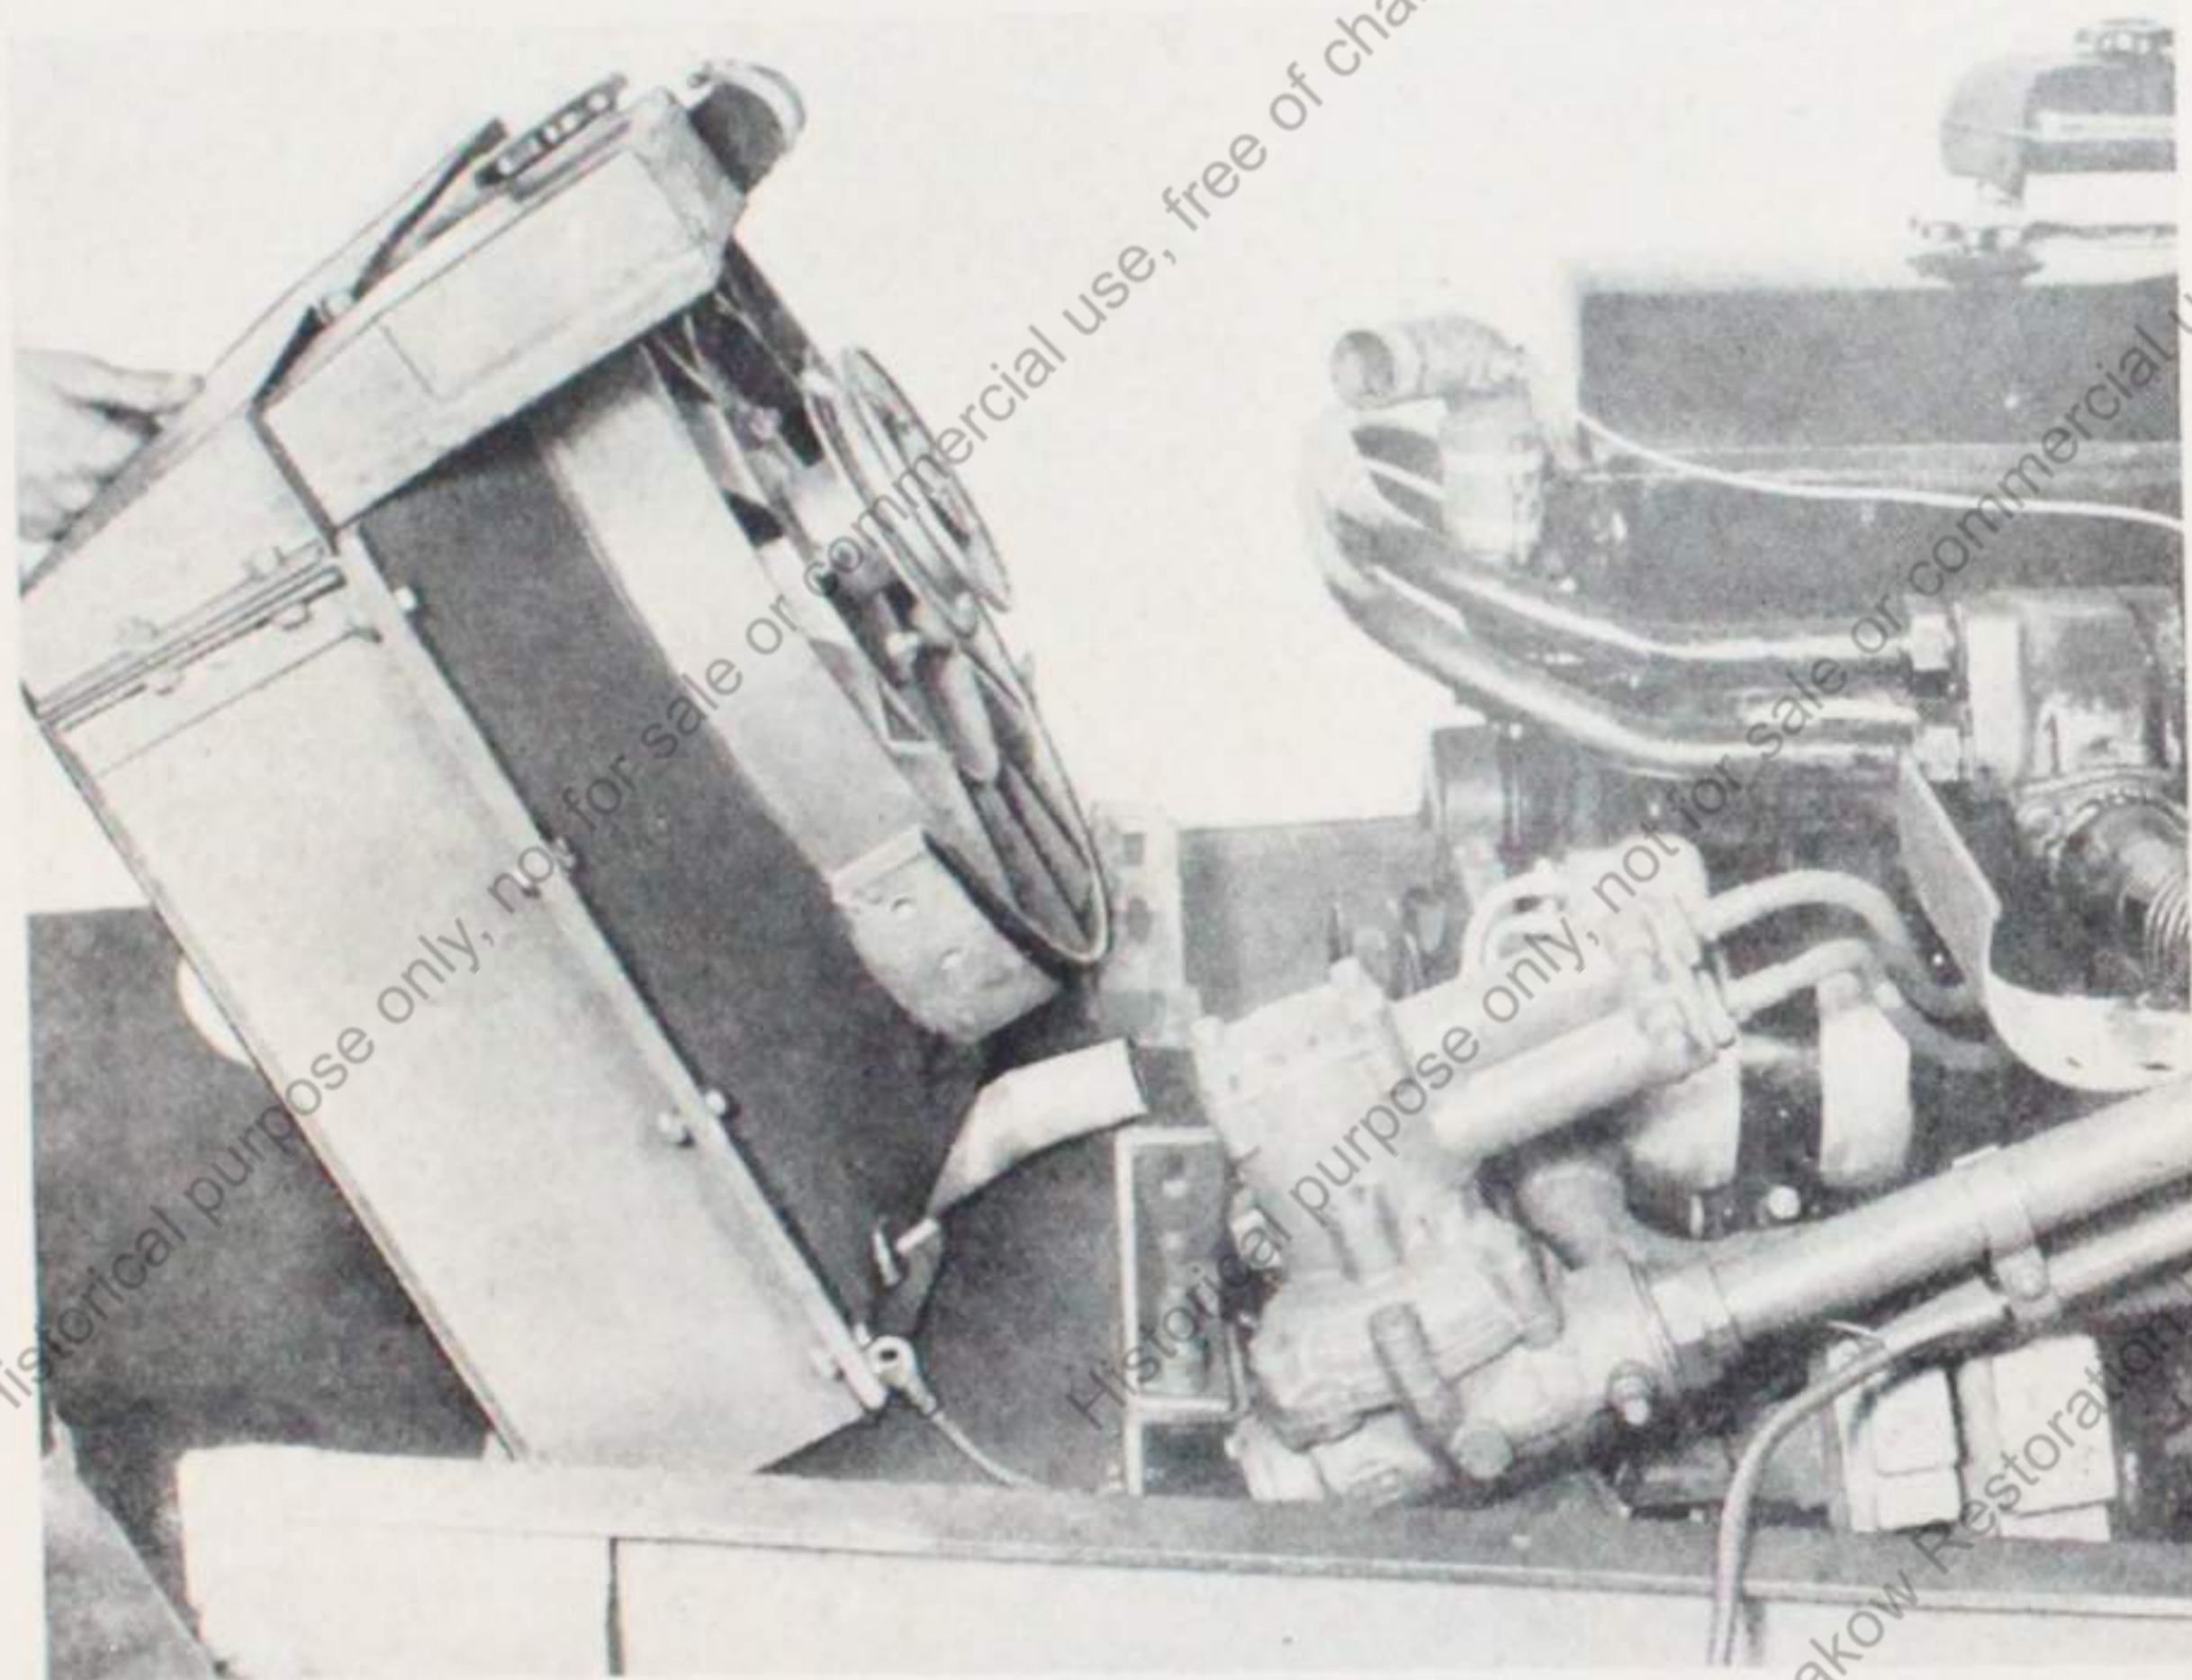

Bild 39
9. Kühler herausnehmen (Bild 39)